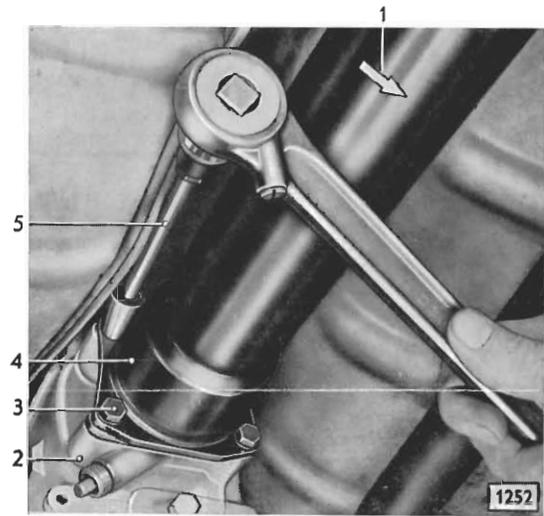

Bild 47 - Stützrohr an der oberen Befestigung vom Getriebe abschrauben
8. Zusammenbau Sechskantschrauben mit Federscheiben (47/3) für Stützrohr an Getriebe mit einem handelsüblichen Gelenksteckschlüssel (47/5) abschrauben. Gegebenenfalls eine Verlängerung für Steckschlüssel verwenden. Um den Schlüssel an den oberen Schrauben ansetzen zu können, Stützrohr etwas zur Seite drücken (Bild 47). Vor dem Abschrauben des Stützrohres Ölauffangblech unter Getriebe stellen. Beim Ausbau des Stützrohres tritt nur tropfenweise Öl aus dem Getriebe aus.